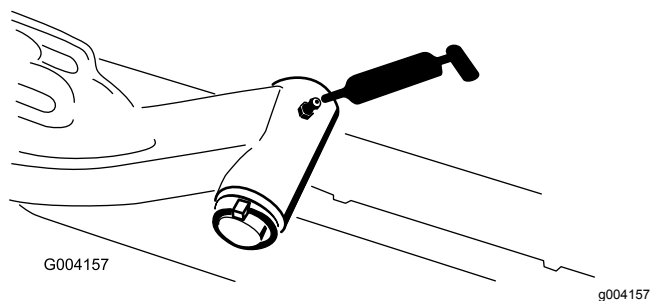

Figura 46
- Alberi di articolazione dei bracci di sollevamento (1 cad.) (Figura 46)